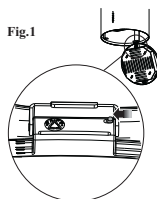

Fig.2
- Poser la vitre contre la bague de support (**Fig.2**).